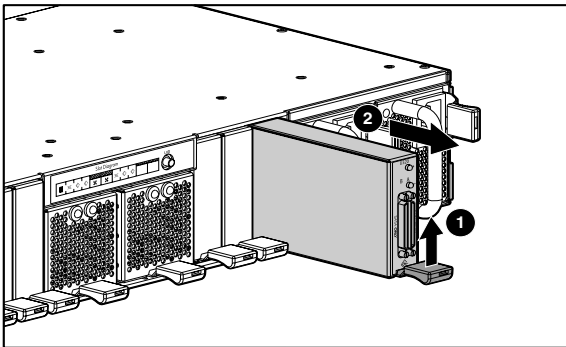

Abbildung 2: Herausnehmen des SCSI-I/O-Moduls
1. Heben Sie die dunkelrote Verriegelung des SCSI-I/O-Moduls an ❶, und ziehen Sie das Modul aus der Systemeinheit heraus ❷, wie in Abbildung Abbildung 2 gezeigt.